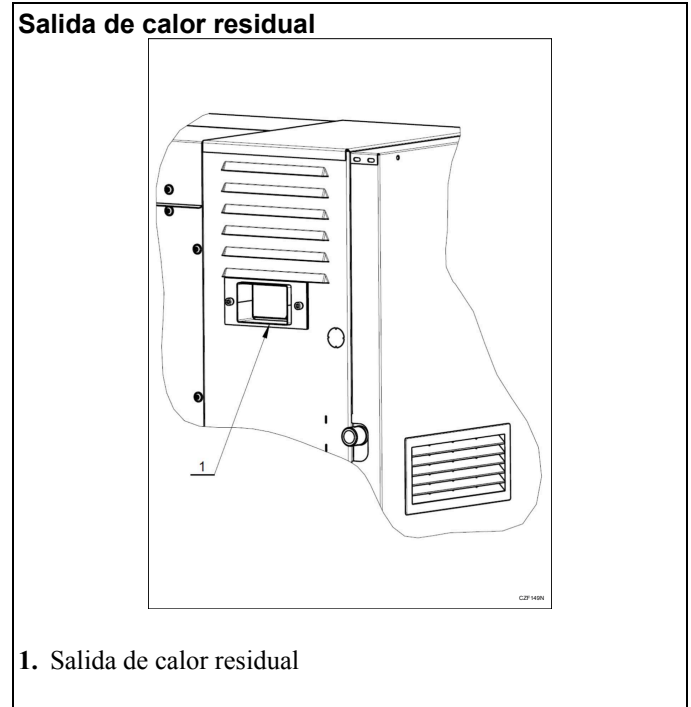

Figura 23
- La pared trasera del soporte derecho incluye una salida de calor residual (1) (Figura 23).